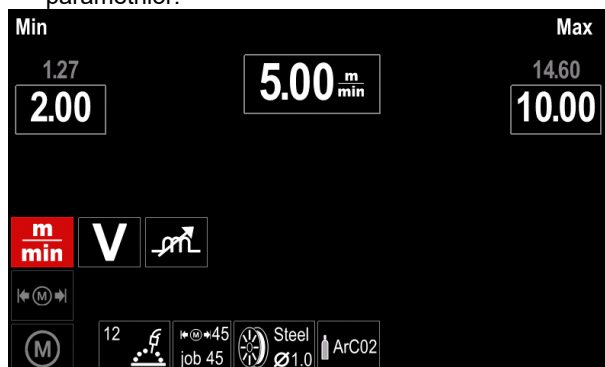

Figura 37.
- Figura 37. indică efectul schimbării valorilor parametrilor.